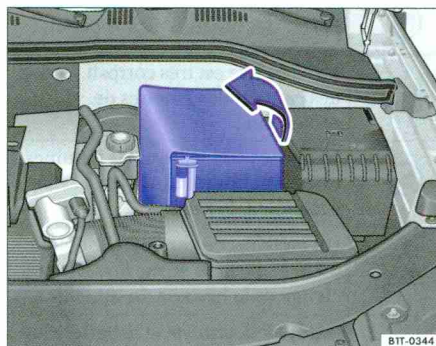

Fig. 165 Dans le compartiment-moteur : rabattement du soufflet de la batterie du véhicule.
- *Dans le cas d'un soufflet* : rabattez le cache sur le côté ⇒ page 262, fig. 165.